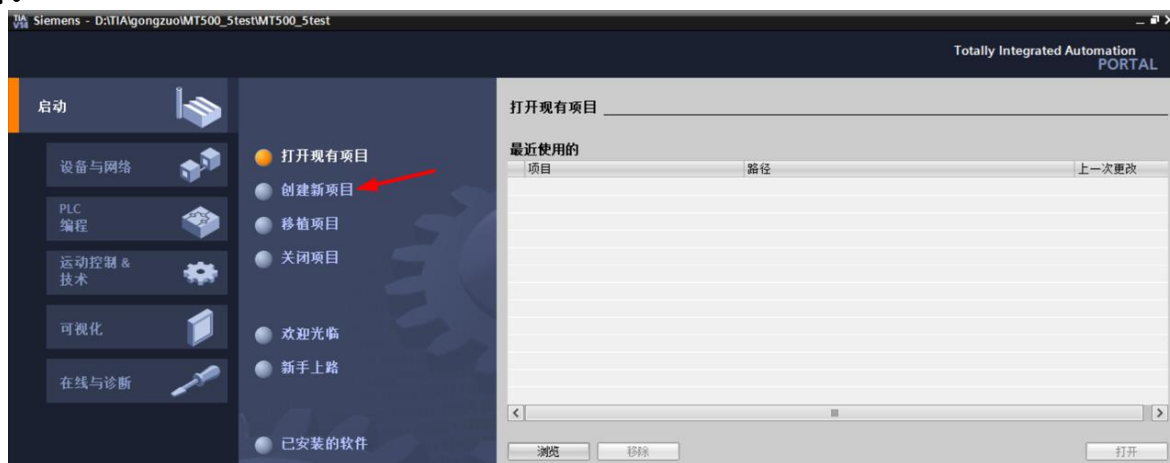

图 6 点击创建新项目
(1) 双击打开博图软件，显示如下界面，如图 6 所示点击“创建新项目”，创建一个博图项目。